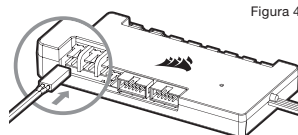

Figura 4
5. Conecte el sensor de temperatura del XD3 RGB al puerto de temperatura #1 de su CORSAIR iCUE Commander PRO (Figura 4).